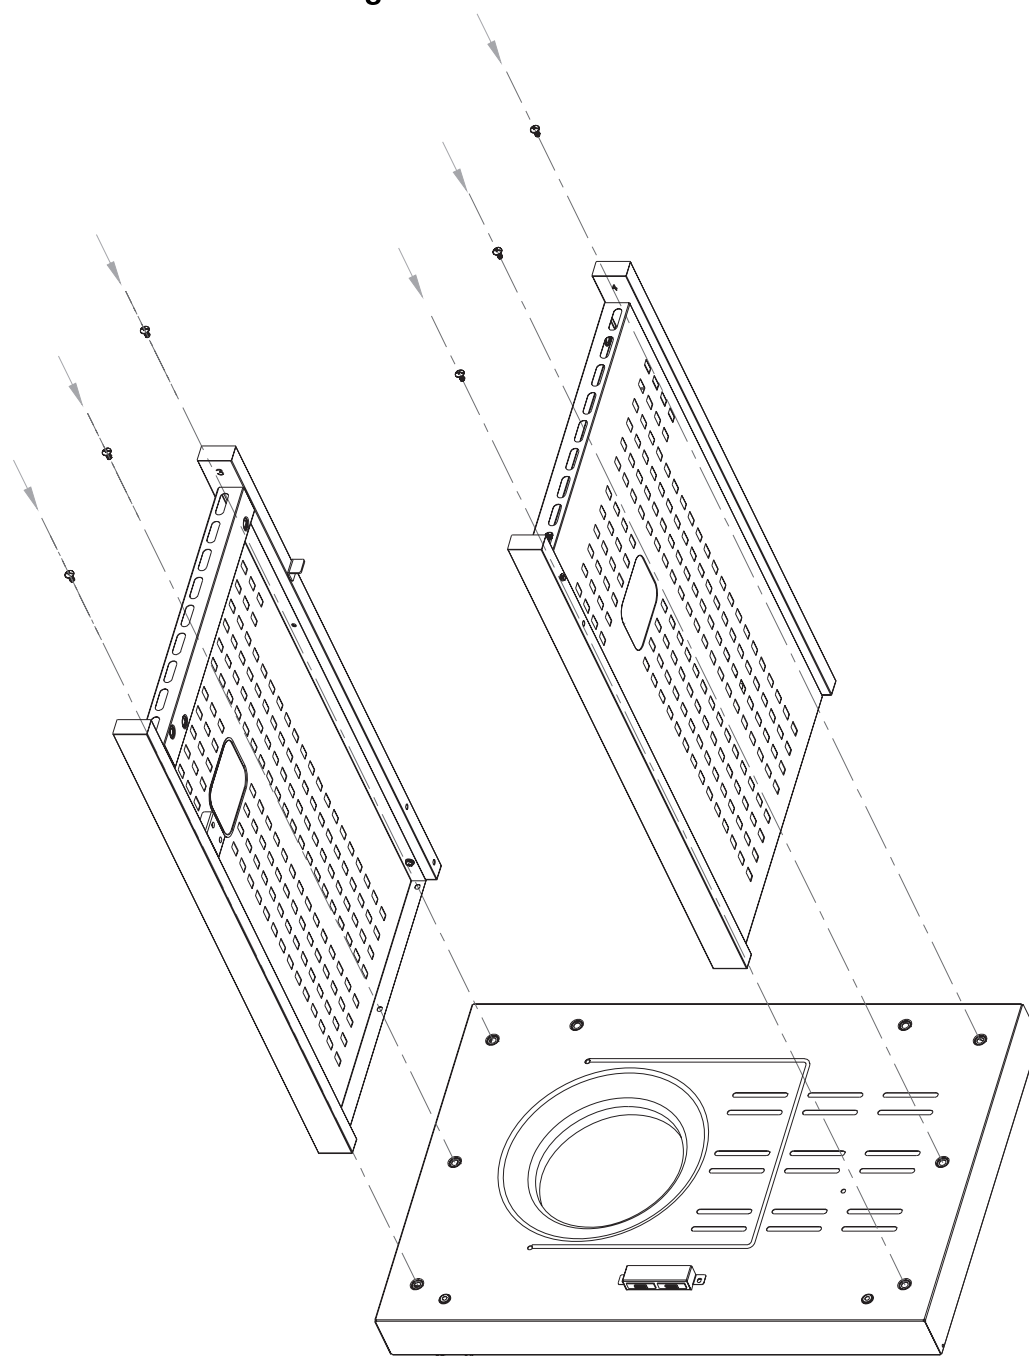

Fig. 4
1. Alinee los orificios de la pata del panel lateral con los orificios de cada lado del estante inferior como se señala en la **Fig. 4**.
2. Sujete los paneles izquierdo y derecho con los lados del estante inferior con seis (6) tornillos M6 x 13 como se indica en la **Fig. 4**.